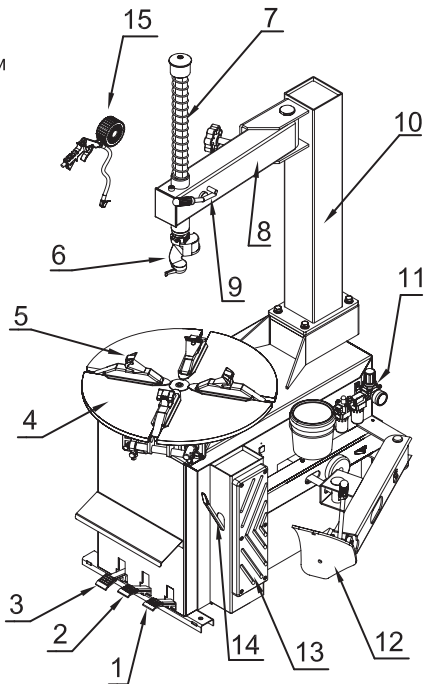

Рисунок 2 - Общий вид шиномонтажного стенда
5. Нажмите педаль вращения стола (3, рис. 2). Монтажный стол должен вращаться по часовой стрелке. Поднимите педаль. Стол должен вращаться против часовой стрелки.
6. Нажмите педаль отжима покрышки (1, рис. 2) до срабатывания лопаты отжима. При отпускании педали она должна вернуться в исходное положение.
7. Нажмите педаль зажима кулачков (2, рис. 2) для разведения кулачков. При повторном нажатии на педаль кулачки сходятся.
8. Нажмите на спусковой крючок на пистолете накачки для выпуска воздуха из наконечника (15, рис. 2).
2. Установите колесо на монтажный стол (4, рис. 2).
- Поместите четыре кулачка (5, рис. 2) в положение, отмеченное маркировкой на столике, выжимая до половины вниз педаль зажима (2, рис. 2).
4. Опустите штангу (7, рис. 2), пока монтажная головка (6, рис. 2) не окажется рядом с ободом над колесом. При помощи блокировки зафиксируйте положение штанги.
6. Поднимите закраину покрышки на носик монтажной головки. Для этого вставьте монтажную лопатку между закраиной шины и носиком монтажной головки, затем приподнимите педаль вращения стола (3, рис. 2).
7. Удерживая монтажную лопатку (14, рис. 2) в нужном положении, вращайте стол по часовой стрелке, полностью выжав педаль вращения стола. Продолжайте, пока шина полностью не отделится от обода.
3. Зафиксируйте обод колеса при помощи внутренних частей кулачков (5, рис. 2).
**Замечание:** Если вы работаете с ободами одного и того же размера, нет необходимости постоянно фиксировать и освобождать штангу. Вместо этого сдвиньте в сторону консоль (8, рис. 2) с зафиксированной штангой (7, рис. 2).
1. Чтобы накачать шину, вставьте наконечник пистолета для накачки (15 рис. 2) в сосок шины при положении запирающего рычажка «UP» («вверх»). Убедитесь, что сопло плотно обхватывает сосок.